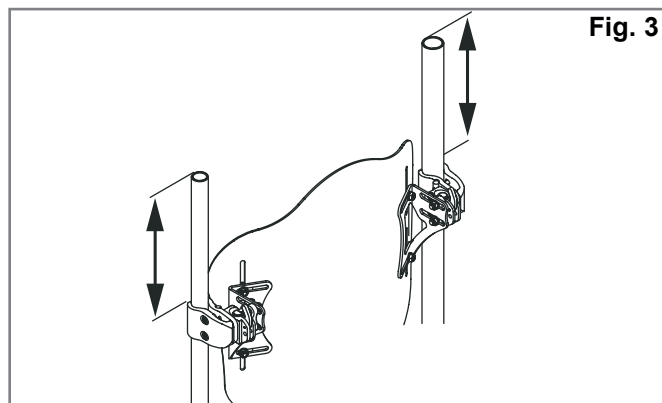
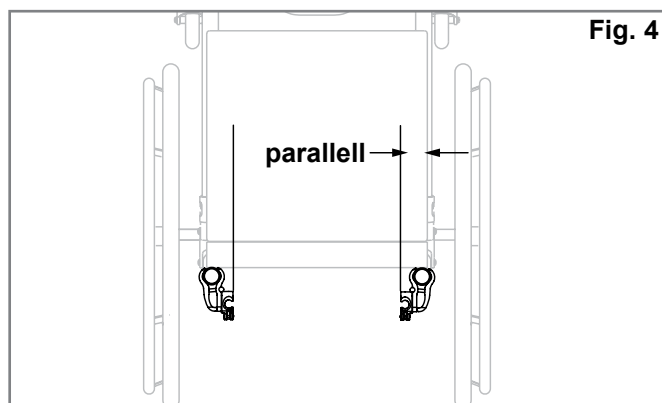

Fig. 3
Fig. 4
Montering av festebrakettene (Fig. 3, 4, 5)
2. Avgjør (visuelt) i hvilken høyde du ønsker å montere festebrakettene på rullestolens ryggør. Festene skal monteres like høyt på hvert ryggør (fig. 3) og parallelt med seterammen (Fig. 4). Det er generelt bedre å montere festene høyere opp på ryggørene, fordi det er enklere å justere høyden ved å skyve ryggen nedover.